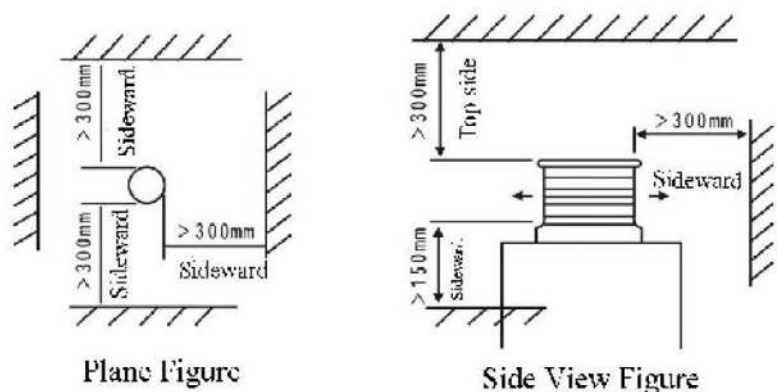

Fig11
- e) Partea superioară a țevii de evacuare trebuie să fie echipată cu o glugă rezistentă la vânt, zăpadă și ploaie. Poziția sa nu trebuie să fie în centurile de presiune a vântului. Distanța sa față de clădirile înconjurătoare și deschiderile sale, precum și distanța de siguranță împotriva incendiilor trebuie să îndeplinească cerințele de mai jos (Fig.11).